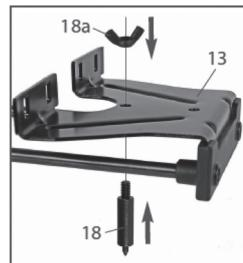

рис.9
Для осуществления фрезерования заготовки по заданному радиусу (кольцо, дуге), необходимо установить остриё циркуля (рис.9 поз.18).
- вкрутить (по стрелке) остриё циркуля (рис.9 поз.18) в горизонтальную пластину упора (рис.9 поз.13);
- барашковой гайкой (рис.9 поз.18а) зафиксировать остриё циркуля (рис.9 поз.18) на пластине параллельного упора (рис.9 поз.13);